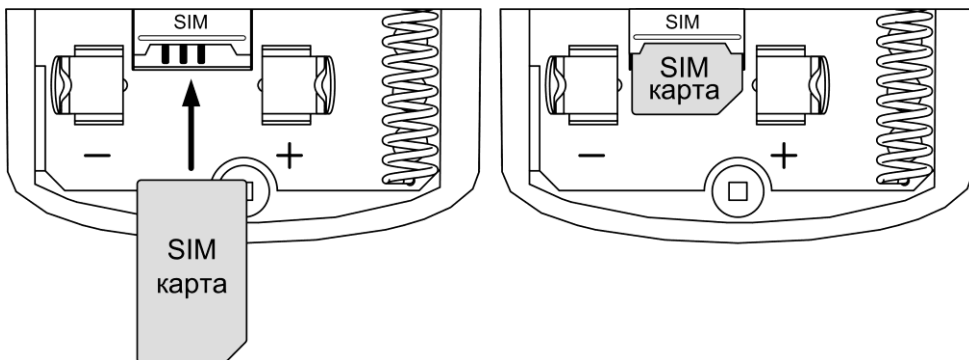

Рис.15 Установка SIM карты
SIM карта устанавливается при полностью отключенном питании прибора и извлечённой батареей питания в разъём (слот) SIM, контактами к плате, срезом – как показано на рис. 15.
2. Убедитесь, что SIM карта установлена в соответствии с рис.15, либо установите SIM карту (если не установлена) – см. рис.15.
3. Подключите батарею питания - извлеките защитную пластину из контактов батареи питания (см. рис.15) или установите батарею питания, соблюдая полярность (если она была извлечена).